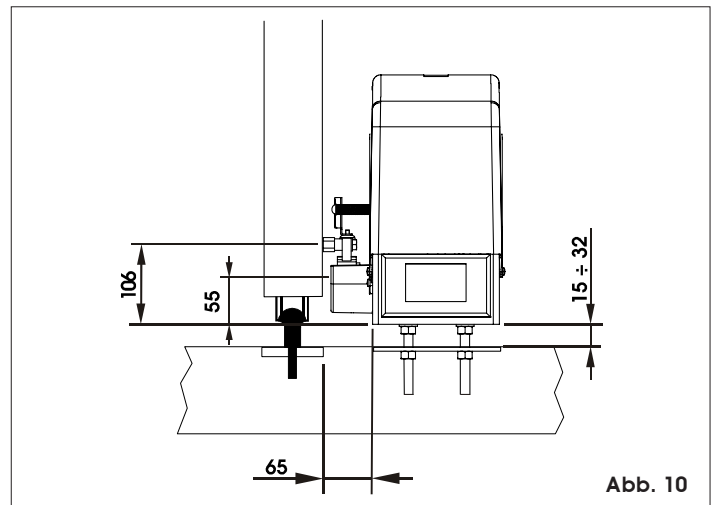

Abb. 10
- 3) Die Höhe der Stützfüße und den Abstand zum Tor unter Bezugnahme auf Abb. 10 einstellen. **Anmerkung:** dieser Vorgang ist für die korrekte Befestigung der Zahnstange und für die Möglichkeit eventueller neuer Höheneinstellungen des Motors in der Zukunft erforderlich.